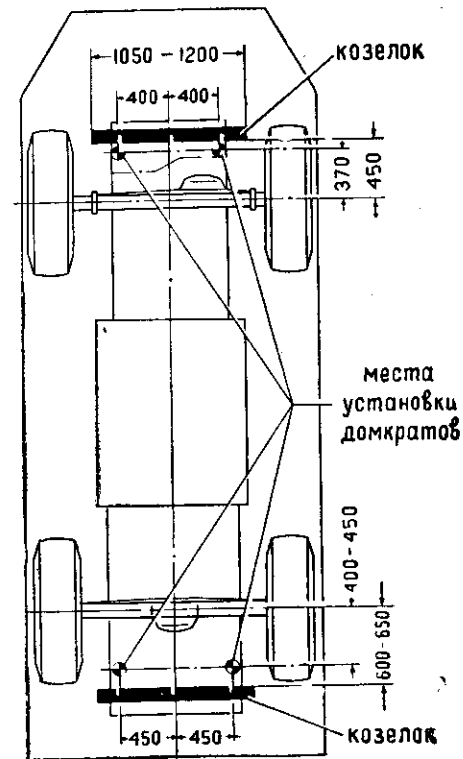

Рис. 55. Схема установки домкратов и козелков при вывешивании БРДМ-2
- а) под корпус машины, в непосредственной близости от ниши моста (переднего или заднего), установите два домкрата с подставками из деревянных брусков с таким расчетом, чтобы они не помешали установке козелка. Места установки домкратов и козелков показаны на рис. 55;